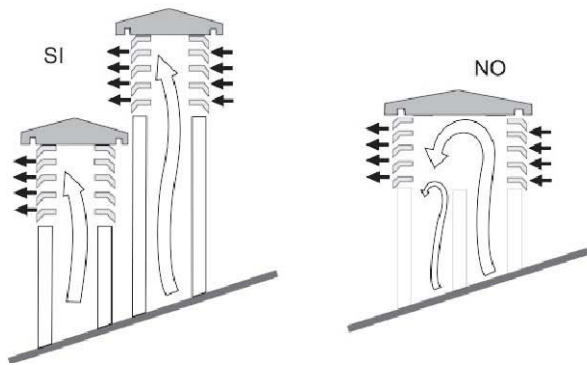

Fig.6
- Qualora si utilizzino canne fumarie ad uscite parallele si consiglia di alzare di un elemento la canna controvento. (fig.6)